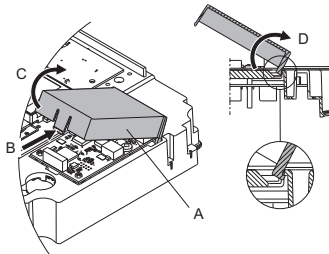

Рис. 64 Снятие крышки модуля СИМ
2. Снимите крышку (рис. 64, А) модуля СИМ, нажав на стопорный выступ (рис. 64, В) и приподняв конец крышки (рис. 64, С). Затем снимите крышку с защёлки (рис. 64, D).